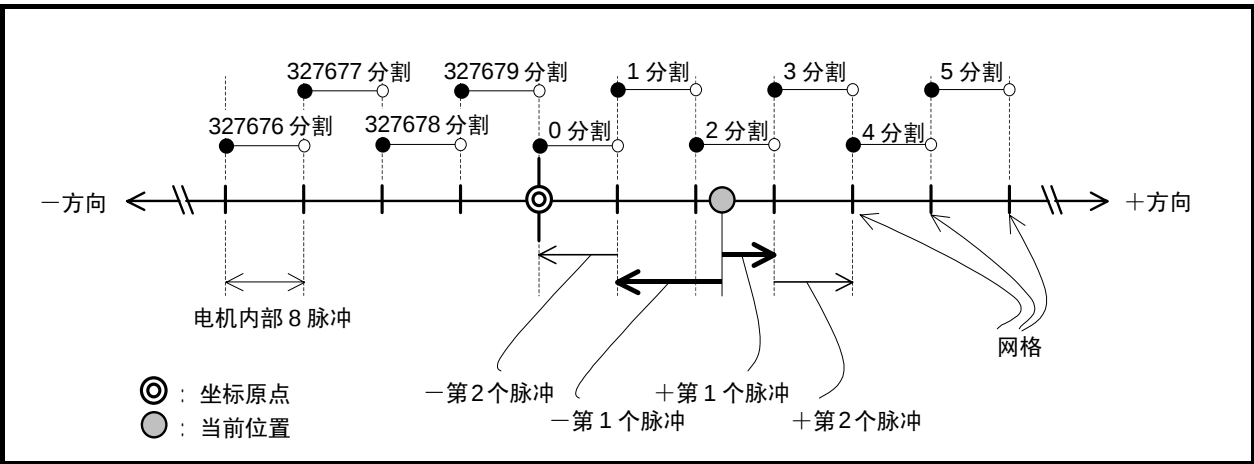

图 6-17：脉冲串输入第一个脉冲时的电机运行
- 「图 6-17：脉冲串输入第一个脉冲串时的电机运行」显示了设定为 **CR327 680** 时的情况。